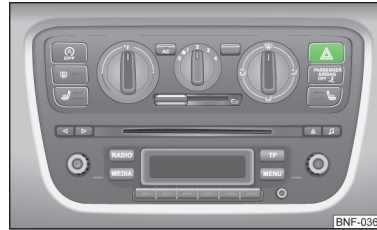

Fig. 38
- > Press the button D » Fig. 38.